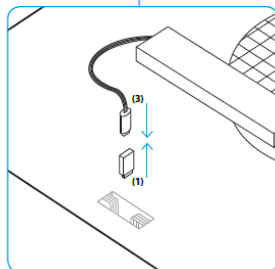

Fig 3 Nem installation af modtageren
Fig. 3 Enkel montering av mottakeren. Mottakeren kan monteres enkelt uten behov for verktøy. Fjern USB-pluggen (1) fra viftens overside, og plugg inn mottakeren (3).